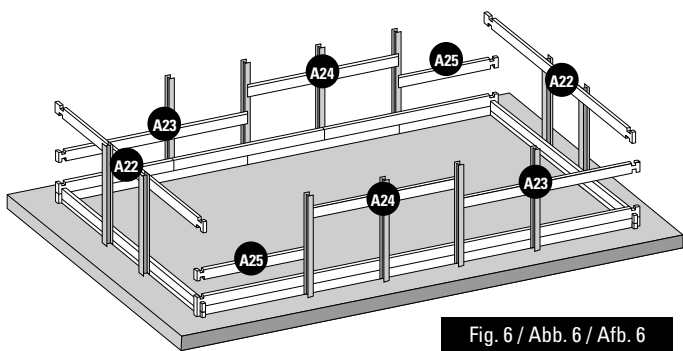

Fig. 6 / Abb. 6 / Afb. 6
- EN 3rd LAYER OF BOARDS:** Install the third layer of boards as shown in figure 6. The position of the refilling fitting with the key and the skimmer should be defined at the start of the assembly (read the specific paragraphs).
- FR 3ÈME RANGÉE MADRIERS :** Positionnez les madriers de la 3ème rangée conformément à la figure 6. Vous devez avoir déterminé l'emplacement de la buse de refoulement et du skimmer dès le début du montage (voir paragraphes spécifiques).
- DE 3. BRETTREIHE:** Platzieren Sie die Bretter der dritten Reihe laut Abb. 6. Zu Beginn der Montage müssen Sie die Lage des Druckventils und des Skimmers festlegen (lesen Sie hierzu die entsprechenden Abschnitte).
- NL 3ª RIJ PLANKEN:** Plaats de planken van de derde rij zoals te zien is op afbeelding 6. U moet al bij aanvang van de montage bepalen op welke plaats het uitstroommondstuk en de skimmer moet komen (less de betreffende paragrafen).